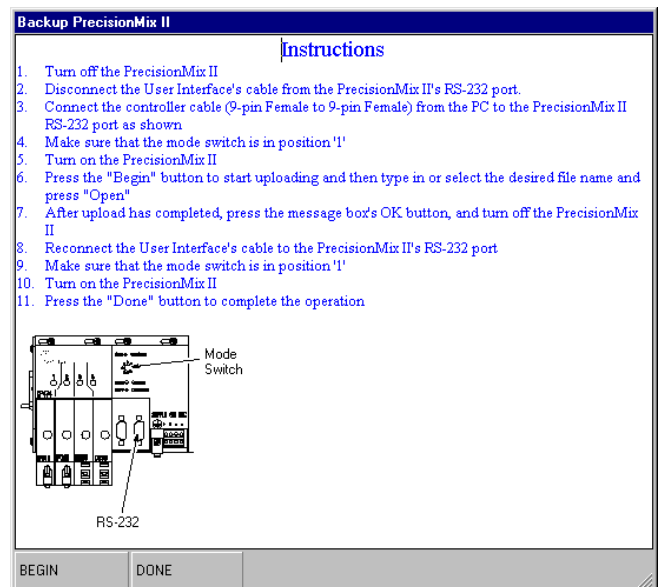

Fig. 13.4
2. Aparecerá una ventana de instrucciones para hacer una copia de seguridad PrecisionMix II. Vea la Fig. 13.4.